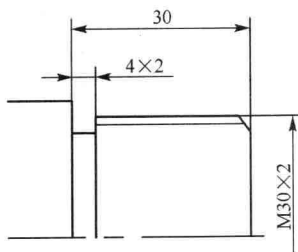

图 1-10 直螺纹加工
(2) 指令练习
① 直螺纹加工 如图 1-10 所示, 螺纹外径已车至 29.8 ; 4×2 的退刀槽已加工, 此螺纹加工查表知切削 5 次 (0.9 ; 0.6 ; 0.6 ; 0.4 ; 0.1), 至小径 $d=30-1.3 \times 2=27.4$ 。